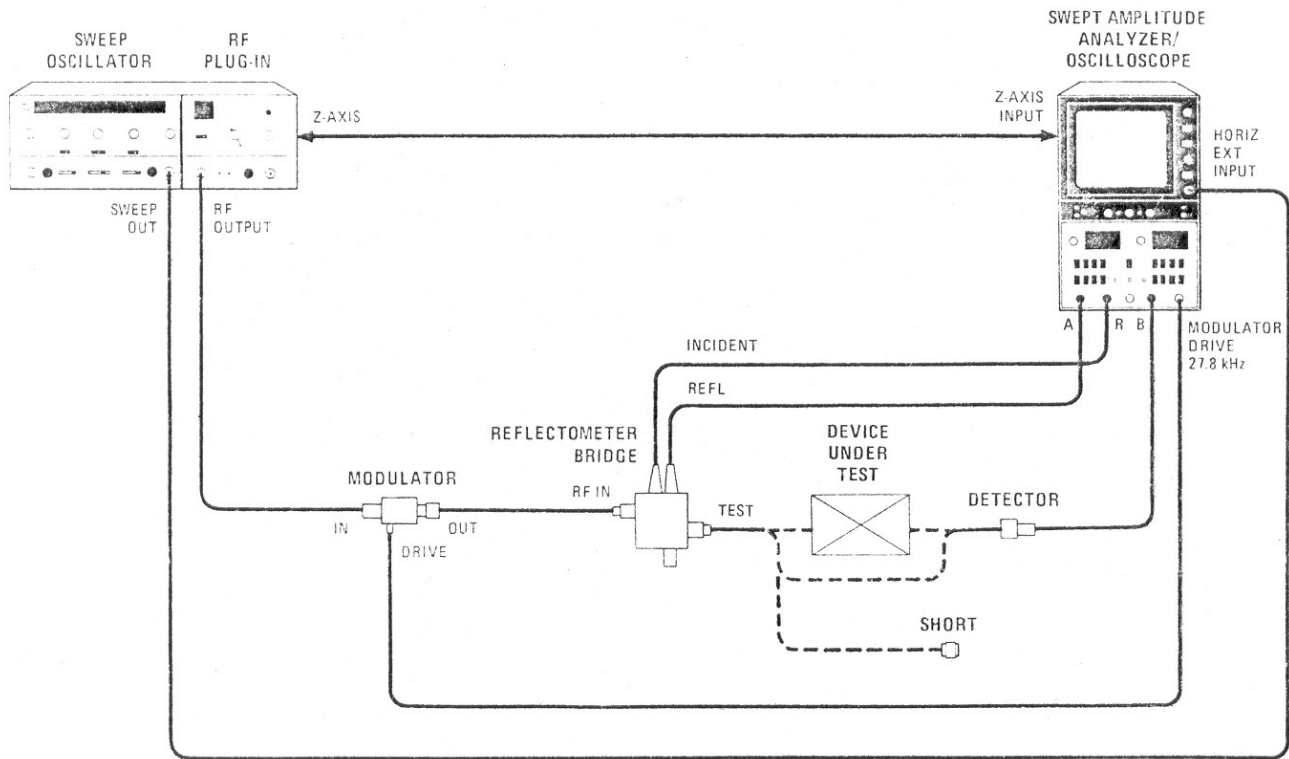

Figura 3.2. Analizador de amplitud en mediciones de reflexión y transmisión.
1. Monte el sistema mostrado en la figura 3.2 previamente ajustado. Coloque un ondámetro entre la salida del generador y el modulador. Así puede tener un marcador para cualquier frecuencia dentro de la banda de operación.
1. Monte el circuito de la figura 3.2 sin conectar el dispositivo al cual se desea probar, es decir con el detector B unido directamente al puerto TEST del puente reflectometro.
1. Conecte el equipo como se muestra en la figura 3.2 sin conectar dispositivo alguno de prueba y en su lugar conecte un corto con conector tipo N en el puerto TEST del Puente Reflectómetro.